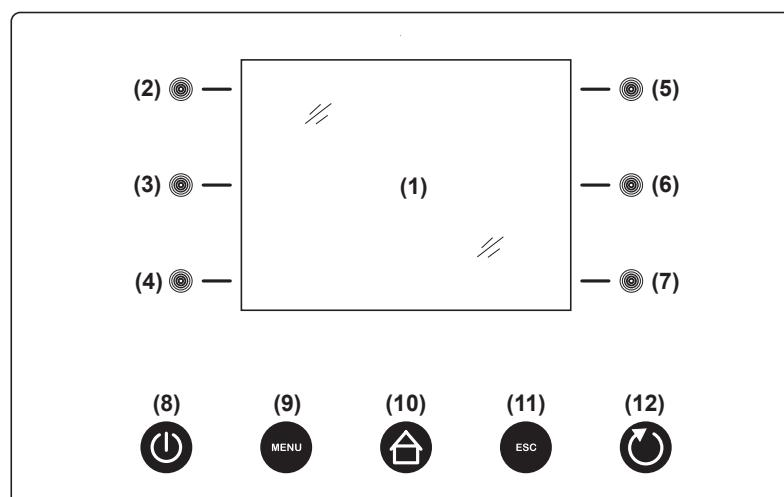
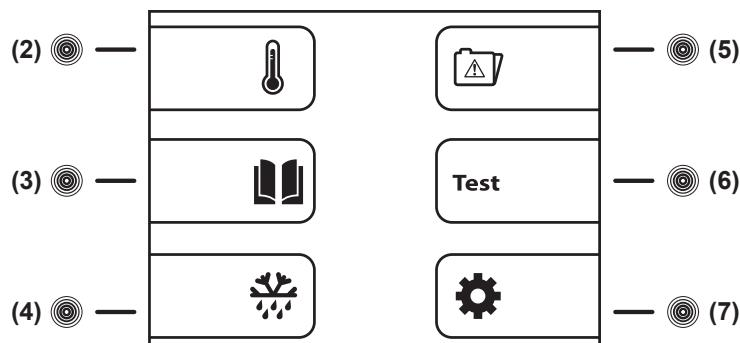

Fig.10
Fig.12
- Panneau de contrôle xPRO (**Fig.10**).
8.1.1 Description des contrôles et boutons panneau xPRO (**Fig.10**)
8.2.2 Séquence et code ON/OFF (Fig.10)
- appuyer la touche **ON/OFF (8)** pour l'allumer; le menu pour insérer le code de démarrage est affiché
- insérer le **code de démarrage 0050** avec les touches capacitives **(3) (6) et (4) (7)**
- les touches **(3)← (6)→** permettent de sélectionner la position où insérer la valeur et déplacer le curseur à gauche et à droite
- les touches **(4)- et (7)+** diminuent et augmentent la valeur en évidence
- après avoir inséré le code, appuyer la touche **ENTER (12)** pour confirmer et allumer le clavier
8.2.3 Modalités d'arrêt (Fig.10)
- avec la carte électronique allumée, appuyer la touche **ON/OFF (8)** pour l'éteindre
- insérer le code **0050** avec les touches capacitives **(3) (6) et (4) (7)**
- les touches **(4)- et (7)+** diminuent et augmentent la valeur signalé
- après avoir inséré le code, appuyer la touche **ENTER (12)** pour confirmer et éteindre le clavier
8.2.4 Réglage date et heure (Fig.10)
- appuyer la touche **MENU (9)** pour avoir accès au menu principal (**Fig.12**)
Pour avoir accès au Menu Principal (**Fig.12**) appuyer la touche **MENU (9)** (**Fig.10**). (Insérer le code de déblocage clavier **0010** si nécessaire)
8.3.1 Menu réglage point de consigne (touche (2) Fig.12)
8.3.2 Menu Données (touche (3) Fig.12)
A partir du menu principal appuyer la **touche (3)** pour accéder au menu données (**Fig.12**).
- a partir du menu données appuyer la **touche (7)** pour afficher les SONDES
- appuyer la touche **ESC (11)** pour revenir au menu précédent ou la touche **HOME (10)** pour revenir au menu principal
8.3.3 Dégivrage manuel (touche (4) Fig.12)
- a partir du menu principal appuyer la **touche (4)** pour afficher le DEGIVRAGE MANUEL
- le dégivrage manuel s'active appuyant la **touche (4)Oui**, avec signalisation visuelle (icône **B**) sur l'affichage principal
- appuyer la **touche (7)Non** pour sortir du menu et revenir au menu principal
8.3.4 Mémoire alarmes (touche (5) Fig.12)
8.3.5 Test général et alarmes température (touche (6) Fig.12)